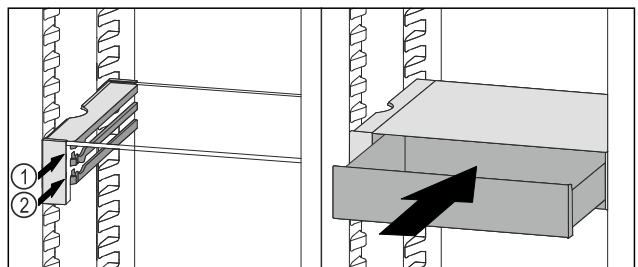

Fig. 99
- VarioSafe-Schubfach hinter den Stoppern auf gewünschter Rippe Fig. 99 (1) oder Fig. 99 (2) aufsetzen.